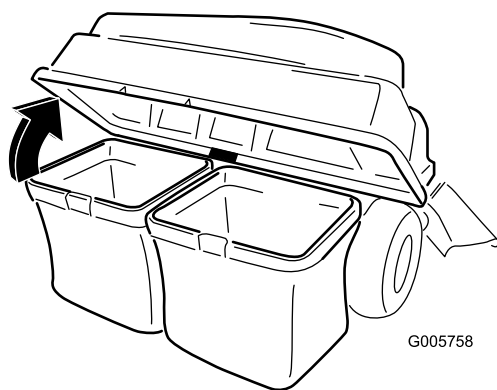

Figure 11
3. Ouvrez (soulevez) le couvercle du dispositif de ramassage (Figure 11).